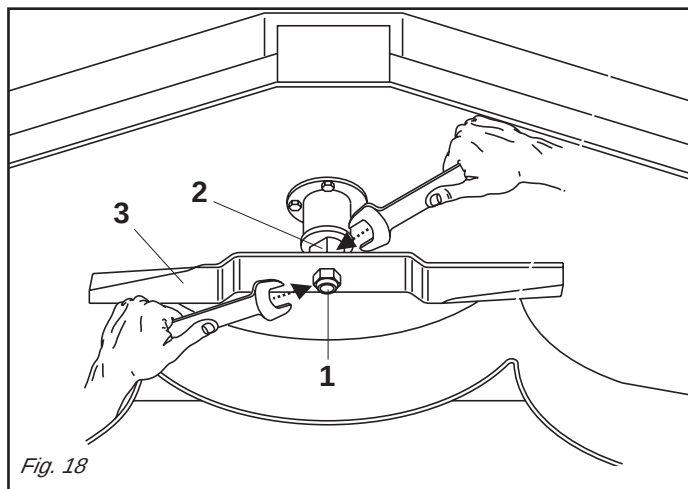

Fig. 18
- Con le due chiavi una posizionata sul perno centrale (2 Fig. 18) e una posizionata sul dado centrale (1 Fig. 18) bloccalama, svitare il dado centrale e sostituire la lama facendo attenzione a mantenere la stessa posizione della lama precedente.
- *Using the two wrenches, one on the central pin (2 Fig. 18) and one on the central blade-locking nut (1 Fig. 18), unscrew this latter and replace the blade, taking care to keep the new blade in the same position as the old one.*
- Mit den zwei Schlüsseln, einen am zentralen Bolzen (2 Abb. 18) und einen an der zentralen Mutter (1 Abb. 18), die das Messer blockiert, die zentrale Mutter losschrauben und das Messer ersetzen, indem man darauf achtet, es in der gleichen Position des vorherigen Messers zu halten.
- *Avec une clé placée sur l'axe central (2 Fig. 18) et l'autre sur l'écrou central (1 Fig. 18) serrez la lame, dévissez l'écrou central et remplacez la lame en faisant attention à maintenir la même position de la lame précédente.*
- Con las dos llaves, una posicionada en el perno central (2 Fig. 18) y la otra en la tuerca central (1 Fig. 18) del bloqueo cuchilla, desenroscar la tuerca central y cambiar la cuchilla prestando atención de mantener la misma posición de la cuchilla precedente.
Ad ogni sostituzione di lama, sostituire sempre anche il dado centrale di fissaggio delle lame (1 Fig. 18), con un dado nuovo e la relativa rondella. Fissare il tutto ad una coppia di 220 Nm.
Whenever a blade is changed, always replace the central blade locking nut (1 Fig. 18), inserting a new nut and washer in its place.
Wenn man auch nur ein Messer ersetzen muß, ist es erforderlich, gleichzeitig auch alle anderen Messer zu ersetzen, weil es sonst zur Unwucht kommen könnte, die sich negativ auf die Maschine selbst auswirken könnte. Bei jeder Ersetzung eines Messer muß immer auch die zentrale Mutter zur Befestigung der Messer (1 Abb. 18) durch eine neue Mutter und dazugehörige Unterlegscheibe ersetzt werden. Befestigen eine Anzugsmomente der Schrauben die 220 Nm.
A chaque remplacement de lame, changez toujours l'écrou central de fixation des lames (1 Fig. 18), avec un écrou neuf et la rondelle correspondante. Fixer une couple de serrage de 220 Nm.
En cada cambio de cuchilla cambiar siempre también la tuerca central de fijación de las cuchillas (1 Fig. 18) con una nueva y también la relativa arandela. Fije una pares de torsión de 220 Nm.